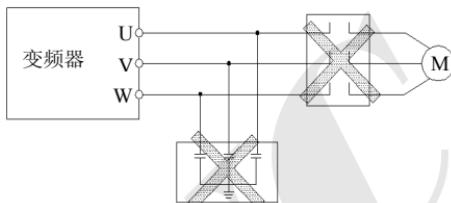

图 3-6 变频器与电机之间禁止使用接触器和吸收电容
- (1) 接线前，确保已完全切断电源 10 分钟以上，否则有触电危险。
- (2) 严禁将电源线与变频器的输出端 U、V、W 连接。
- (3) 变频器本身机内存在漏电流，为保证安全，变频器和电机必须安全接地，接地线的要求请参见 3. 4. 1 章节第 8 条。
- (4) 变频器出厂前已通过耐压试验，用户不可再对变频器进行耐压试验。
- (5) 变频器与电机之间不可加装吸收电容或其它阻容吸收装置；变频器与电机之间不建议加装电磁接触器，如确需加装接触器等开关器件时，必须确保变频器在无输出时通断操作，如图 3-6。
- (6) 为提供输入侧过电流保护和停电维护的方便，变频器应通过空气开关、接触器与电源相连。
- (7) 控制信号的接线应选用多芯绞合线或屏蔽线，屏蔽层一端悬空另一端与变频器的接地端子相连，接线长度小于 20m。